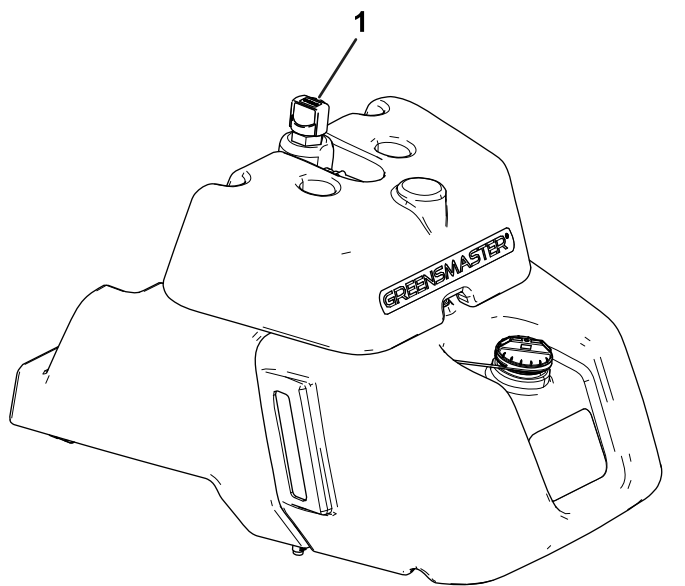

Figura 36
- Se il serbatoio non è dotato di un vetro spia, individuate l'asta di livello nella parte superiore del serbatoio idraulico principale (Figura 36) e procedete al passaggio 3.